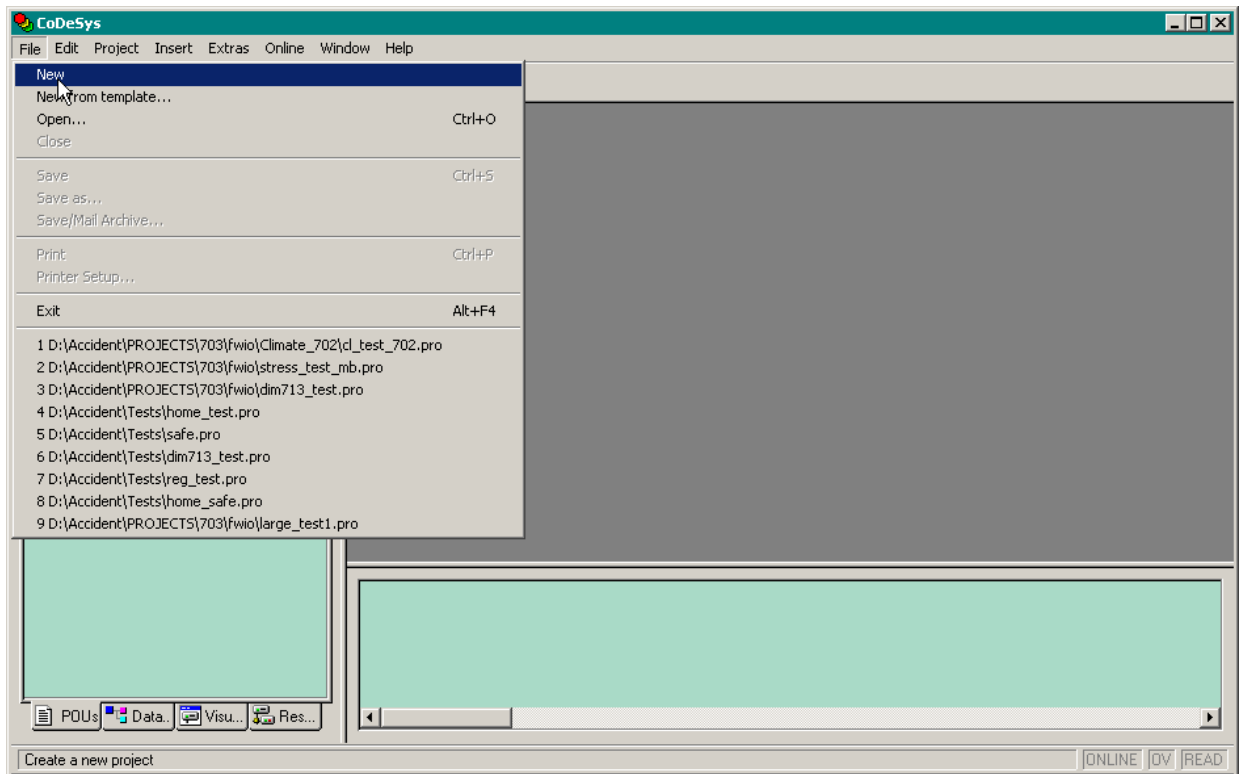

Рис. 4. Главное окно среды разработки CoDeSys
1. В группе *Programs\3S Software\CoDeSys V2.3* щелкните на пиктограмме *CoDeSys V2.3*. На экране монитора появится главное окно IDE CoDeSys, показанное на рис. 4.